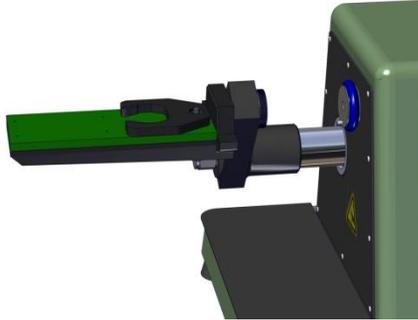

Figura 5.8.1
2. Suavemente deslice el patrón roscado de la base del accesorio de tensión sobre el brazo móvil portamordaza (Figura 7.3, Ítem 12) de la Máquina Universal de Ensayos. Reemplace el tornillo roscado y ajuste a mano para adjuntar la base del accesorio de tensión al brazo móvil portamordaza (vea la Figura 5.8.1).